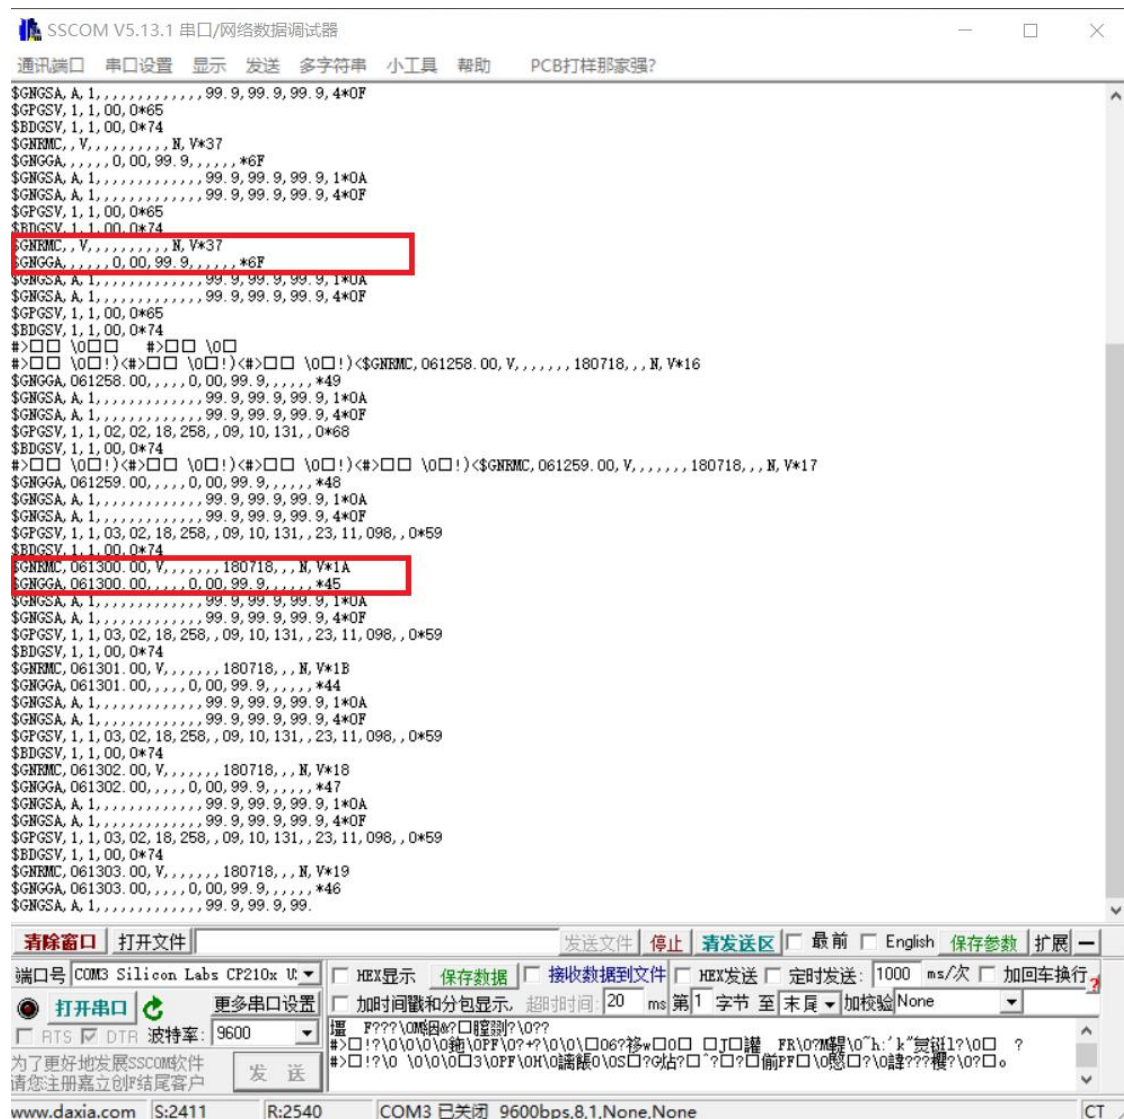

图5
- 2) 将复制的星历数据粘贴至串口发送区，打开对应串口发送给芯片即可，如图5所示，在发送前GNRMC和GNGGA中均无卫星时间信息，发送星历后GNRMC和GNGGA中均显示了时间信息，说明星历信息已经成功发送给芯片且被正确识别；